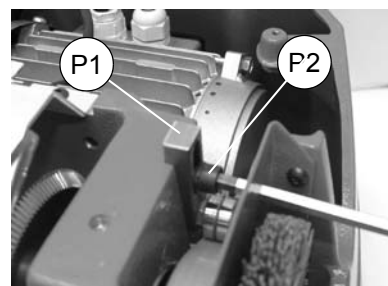

Fig. 23
*** PARA VERSÕES PROVIDAS DE ESTICADOR DE CORREIA (P1) (Fig.23)**
**** PARA VERSÕES PROVIDAS DE ESTICADOR DE CORREIA (P1) (Fig.23)**